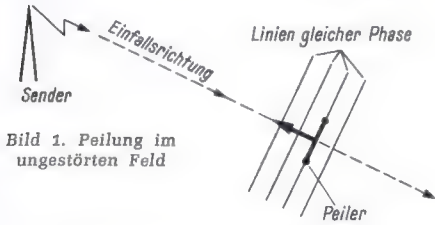
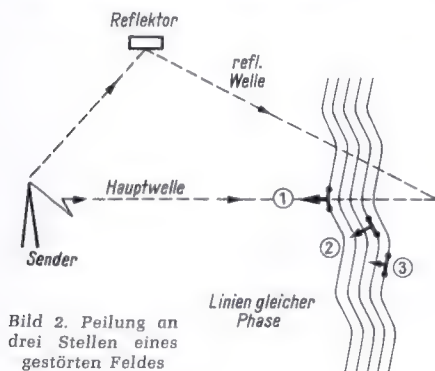

Bild 1. Peilung im ungestörten Feld
Bild 2. Peilung an drei Stellen eines gestörten Feldes
Die Verhältnisse im Nahfeld eines Adcocksystems werden durch Bild 1 und 2 veranschaulicht. Vorher sei erwähnt, daß die im ungestörten Feld miteinander verbundenen Orte gleicher Phasenlage parallele Gerade darstellen, die sich im gestörten Feld zu Wellenlinien verformen.
Beim Peilvorgang werden nun zwei Dipole (Abstand etwa $0,2 \lambda$) so weit um ihren gemeinsamen Mittelpunkt gedreht, bis die Antennenausgangsspannung ein Minimum beträgt. Das ist der Fall, wenn beide Dipole auf einer Linie gleicher Phase liegen. Im ungestörten Feld bedeutet das, daß die Senkrechte auf der Dipolbasis mit der Einfallsrichtung der Hauptwelle zusammenfällt (Bild 1). Im gestörten Feld wird je nach der herrschenden Phasenlage eine Differenz zwischen der wirklichen Einfallsrichtung der Hauptwelle und der Senkrechten auf der Dipolbasis vorhanden sein. Die Auswirkungen sind Peilfehler, die im Extremfall bis zu 90° betragen können (Bild 2). Nur bei (1) ist die Peilung richtig, während in den Dipolstellungen (2) und (3) eine falsche Richtung angezeigt wird.